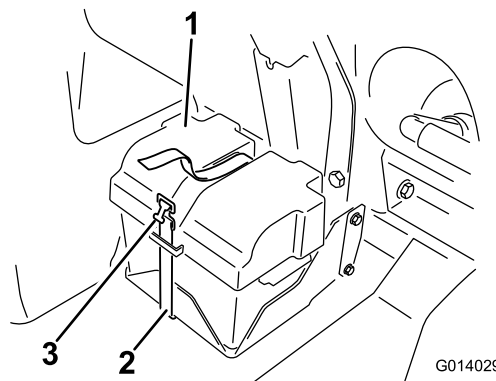

Figure 84
- Déposez le couvercle de la batterie et débranchez le câble de masse négatif (noir) de la borne de la batterie (Figure 84).
4. Posez le couvercle de la batterie et fixez-le avec la sangle retirée précédemment (Figure 84).